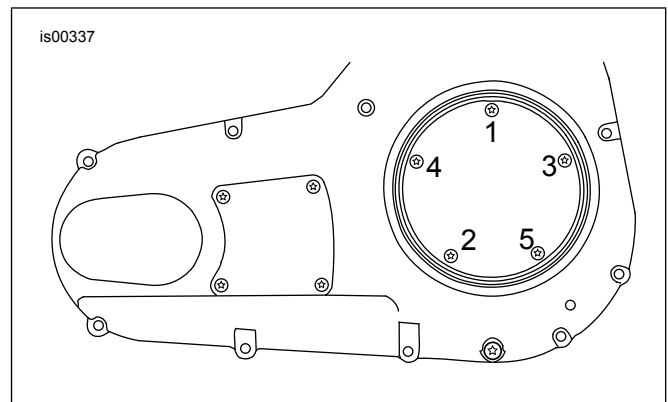

Figura 1. Secuencia de apriete, cubierta de inspección del embrague
6. Coloque una arandela en la rosca de uno de los tornillos. Aplique unas gotas de Loctite 243 a las roscas de los tornillos. Inserte el tornillo a través del agujero superior de la cubierta de inspección del embrague (posición 1 en Figura 1 ) y cuidadosamente instálelo completamente a través del agujero triangular en la junta. No empuje el tornillo a través del agujero.
8. Apriete los tornillos a 10–12 N·m (84–108 in-lbs) en la secuencia mostrada en Figura 1.